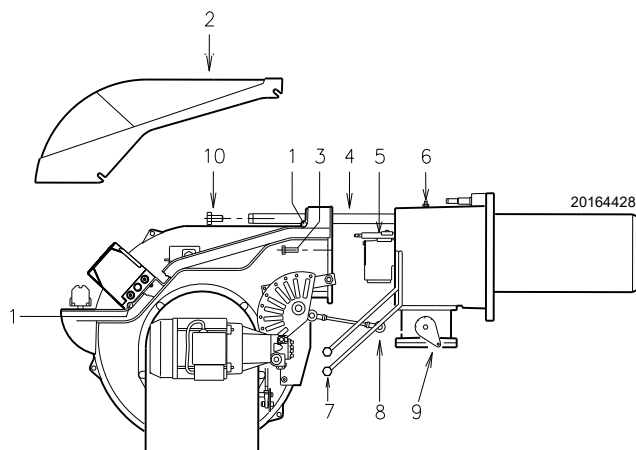

Fig. 42
- Desserrer les vis 1)(Fig. 42) et enlever le capot 2)(Fig. 42)
- Débrancher les tuyaux du fioul 7)(Fig. 42).
- Décrocher la rotule 8)(Fig. 42) du secteur gradué 9)(Fig. 42).
- Retirer les vis 10)(Fig. 42) des deux glissières 4)(Fig. 42).
- Démontez les deux rallonges des glissières 4)(Fig. 42).
- Remonter les vis 10)(Fig. 42) sur les rallonges.
- Retirer les vis 3)(Fig. 42) et faire reculer le brûleur sur les glissières 4)(Fig. 42) d'environ 100 mm.
On peut alors extraire la partie interne 5)(Fig. 42) après en avoir retiré la vis 6)(Fig. 42).
- Remettre le vis 3)(Fig. 42) et tirer délicatement vers l'extérieur les câbles de sonde et d'électrode, jusqu'à les mettre légèrement sous tension.
- Raccrocher la rotule 8)(Fig. 42) au secteur gradué 9)(Fig. 42).
- Rebrancher les tuyaux du fioul 7)(Fig. 42).
- Démontez les deux rallonges des glissières 4)(Fig. 42) et les replacer dans leur position d'origine.